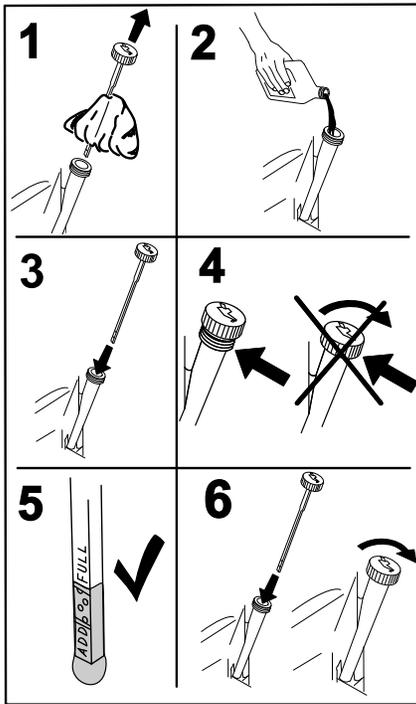

Bild 33
5. Gießen Sie langsam ungefähr 80 % der angegebenen Ölsorte in den Einfüllstutzen und füllen Sie dann vorsichtig mehr Öl ein, um den Ölstand an die **Voll**-Marke zu bringen (Bild 33).